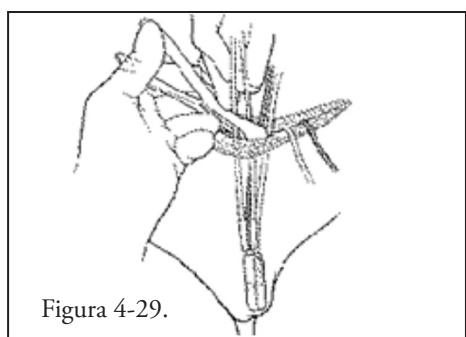

Figura 4-29.
14. Coloque la bomba en la bolsa escrotal y asegúrese de que el botón de desactivación mire al exterior y pueda tocarse. Dirija los tubos de la bomba hacia el área inguinal. (**Figura 4-29**)